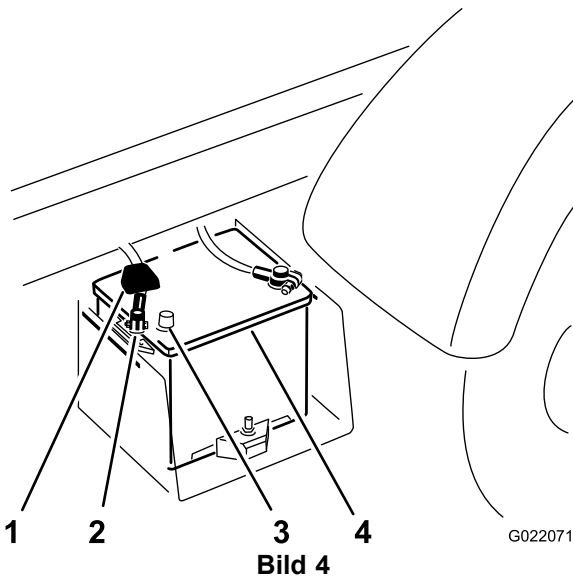

Bild 4
- C. Ziehen Sie die Anschlussklemme des Batteriepluskabels vom Batteriepol ab (Bild 4).